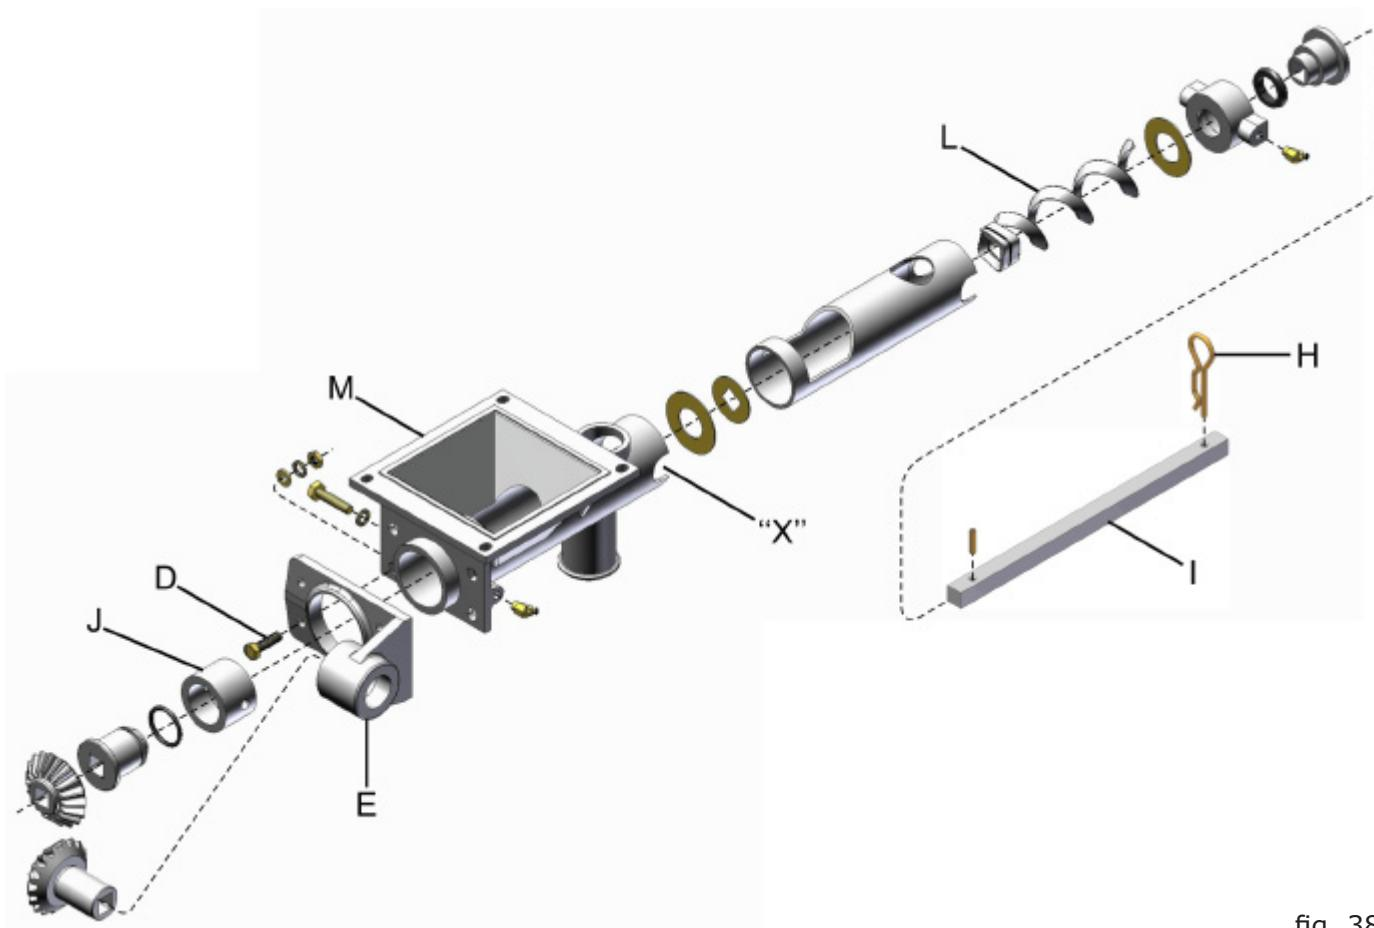

fig. 38
- 1-** Afrouxe os parafusos (D) (fig. 38), que fixam a base das engrenagens (E) liberando-a;
- 2-** Retire o contrapino (H) e o eixo (I) no sentido do pino elástico que não precisará ser desmontado;
- 3-** Retire a bucha (J) e a mola sem-fim (L) pela extremidade ("X") da estrutura (M);